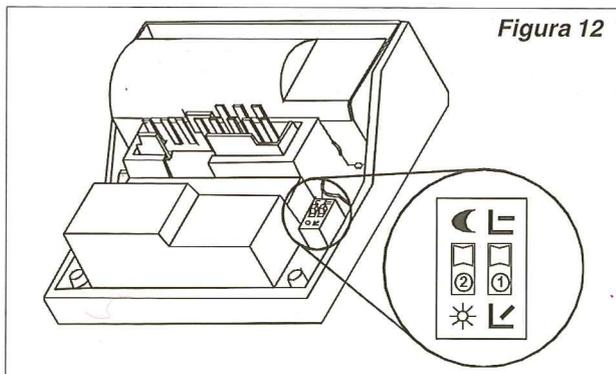

Figura 12
due differenti curve caratteristiche del  $\Delta p$  (la selezione si effettua all'interno, vedi figura 12):
- Tramite selettore DIP situato nella morsettiera, è possibile selezionare il tipo di regolazione desiderata (figura 12, posizione 1):
- Il circolatore segue automaticamente la riduzione notturna dell'impianto di riscaldamento tramite il sistema di rilevamento della temperatura. Il circolatore commuta alla velocità minima di rotazione. Alla ripresa del riscaldamento normale il circolatore commuta nuovamente al valore di consegna precedentemente impostato (figura 12, posizione 2):